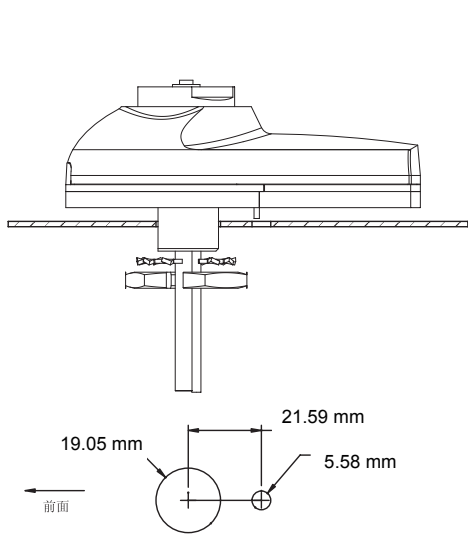

图 1 典型安装
2. 在安装表面（最大厚度为 1.27 cm）切孔或钻孔，尺寸和孔位如图 1 所示。